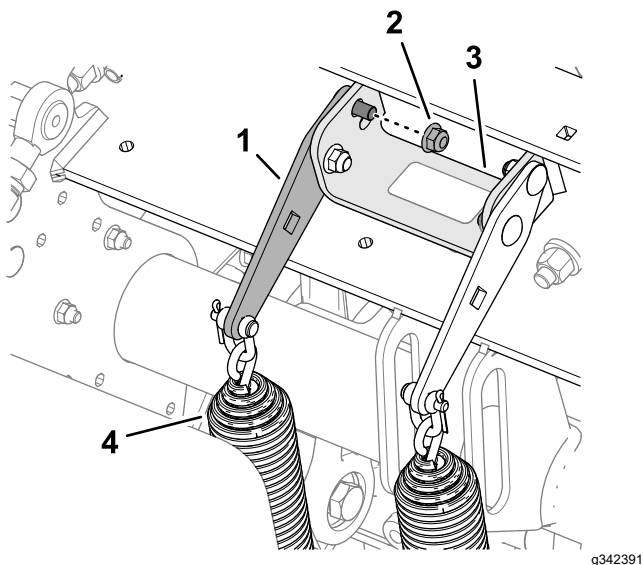

Figura 109
2. Allentate il dado di bloccaggio flangiato anteriore e il bullone a testa tonda che fissano la piastra di tensione della molla alla staffa di supporto della testa di carotaggio (Figura 109).